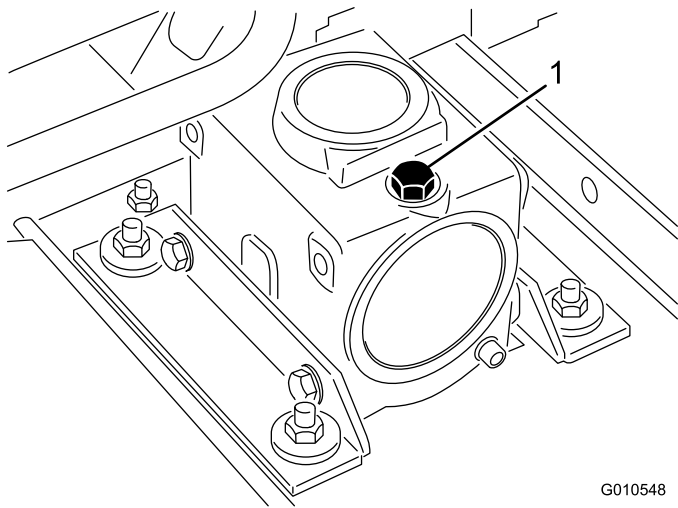

Bild 16
2. Stellen Sie die Zugmaschine und das Mähwerk auf eine ebene Fläche und senken Sie die Mähwerke ab. Nehmen Sie den Ölpeilstab bzw. die Ablassschraube oben am Getriebe ab (Bild 16) und stellen Sie sicher, dass der Schmiermittelstand zwischen den Marken am Peilstab liegt. Wenn der Schmiermittelstand niedrig ist, füllen Sie SAE 80-90wt. Schmiermittel ein, bis der Stand zwischen den Marken liegt. Als Alternative kann synthetisches Getriebschmiermittel, SAE 80-90 wt, verwendet werden.